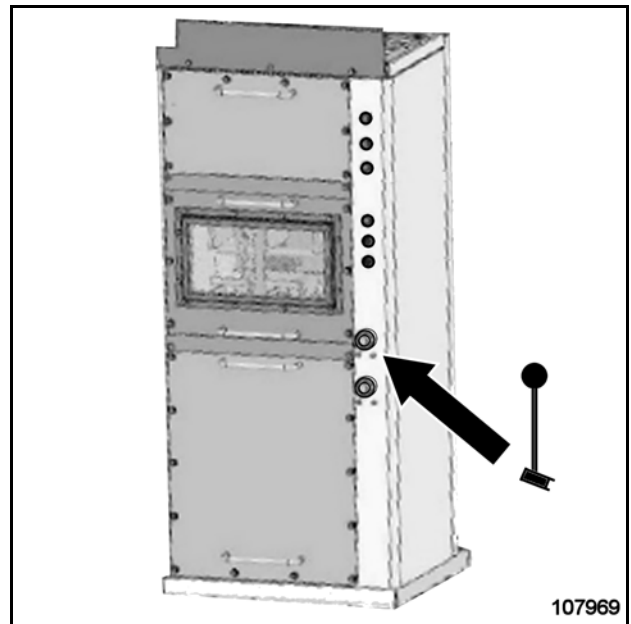

图 2-82：
- ☞ 通过操纵杆（图 2-82：）接通和断开断路器。将操纵杆滑到断路器的操纵轴上。